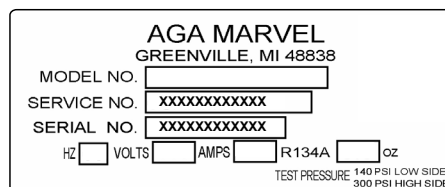

Figure 1
- Le numéro de service et le numéro de série se trouvent sur la plaque signalétique qui est située à l'intérieur de l'armoire, du côté gauche (Voyez la Figure 1).